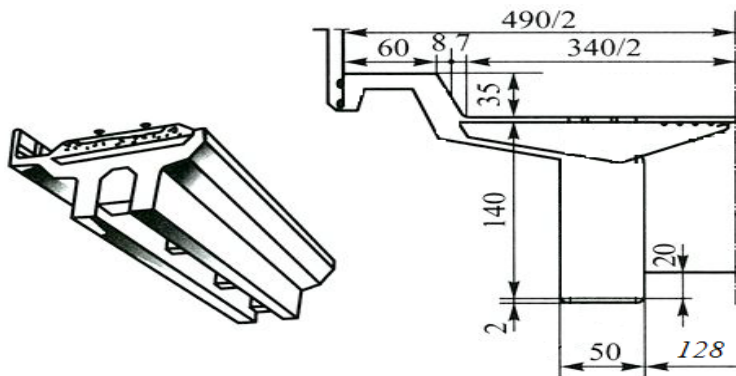

Рис. 4. Ребристое пролетное строение железобетонного моста
4. По исходным данным (рис. 4) вычертить схему ребристого пролетного строения (вид с торца) в произвольном масштабе. Указать все конструктивные элементы ребристого пролетного строения, включая устройство мостового полотна однопутного участка железной дороги на железобетонных шпалах, гидроизоляцию и водоотводные устройства.